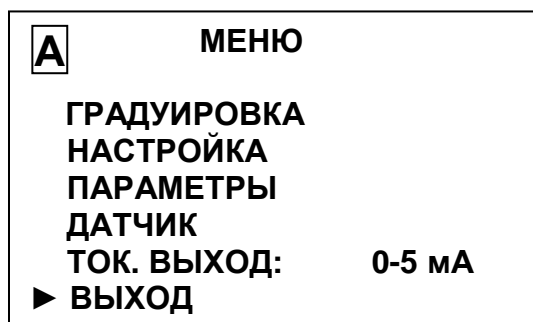

Рисунок 1.9
1.5.5.3 Работа с экраным **МЕНЮ [А]** и **МЕНЮ [В]** (рисунок 1.9)